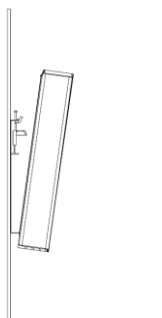

Fig. 7
5. Fixez le radiateur sur la partie supérieure des supports (Fig.7).